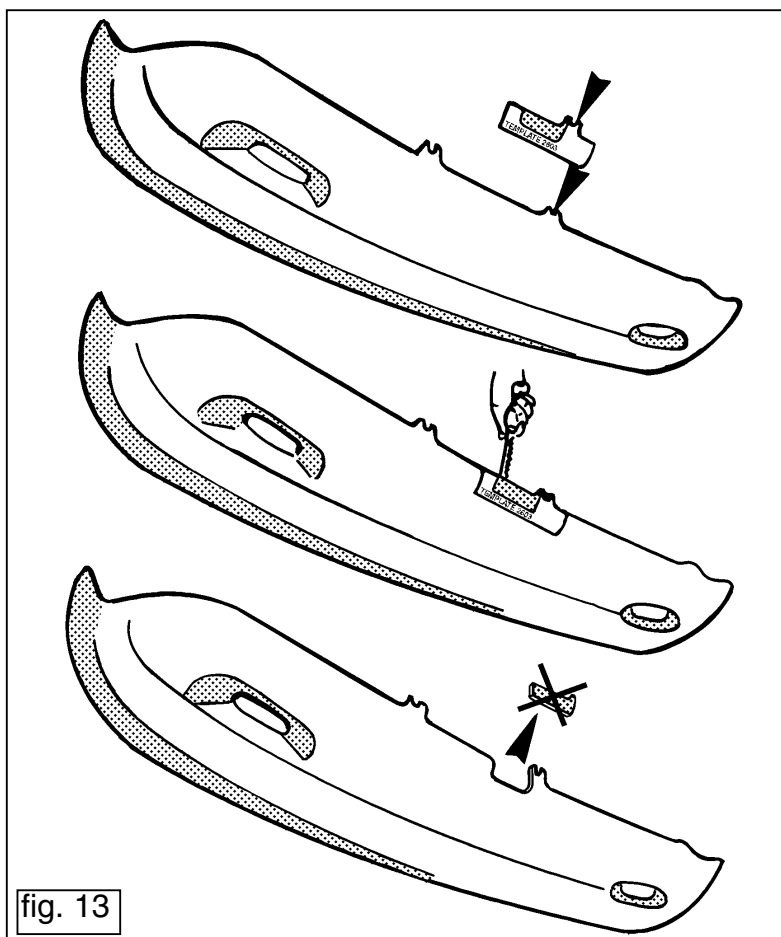

fig. 13
5. Fasten the ball post to the tow bar using two M16x40 bolts with spring washers and nuts. Tighten all nuts and bolts to the values given in the table. Place the template 2603 on the underside of the bumper, as shown in fig. 13. Saw out the section indicated. Replace the bumper in accordance with point 1.
5. Die Kugel mittels zweier M16x40 Schrauben inklusive Federringen und Müttern an der Halterung befestigen. Alle Schrauben und Müttern entsprechend der Tabelle festziehen. Die Schablone 2603 entsprechend Fig.13 an der Unterseite der Stoßstange anbringen. Den ange-
5. Fixez la rotule à l'attache-remorque à l'aide de deux boulons M16x40, rondelles grower et écrous inclus. Serrer tous les boulons et écrous conformément au tableau. Appliquez le gabarit 2603 sur la partie inférieure du pare-chocs conformément à la fig. 13. Découpez la partie indi-